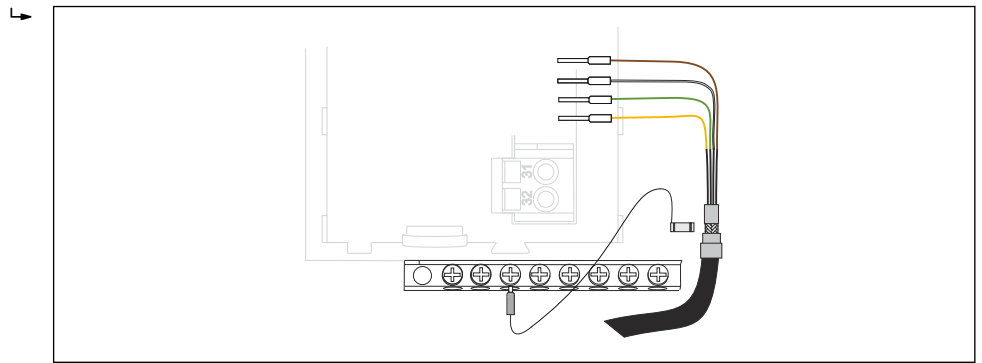

图 21 端子接线排
- ▶ 插槽未全部使用时，对于**非防爆型**设备：必须在最后一个模块右侧的 → (图 18, 图 21)。这样才能保证设备不受冲击影响。